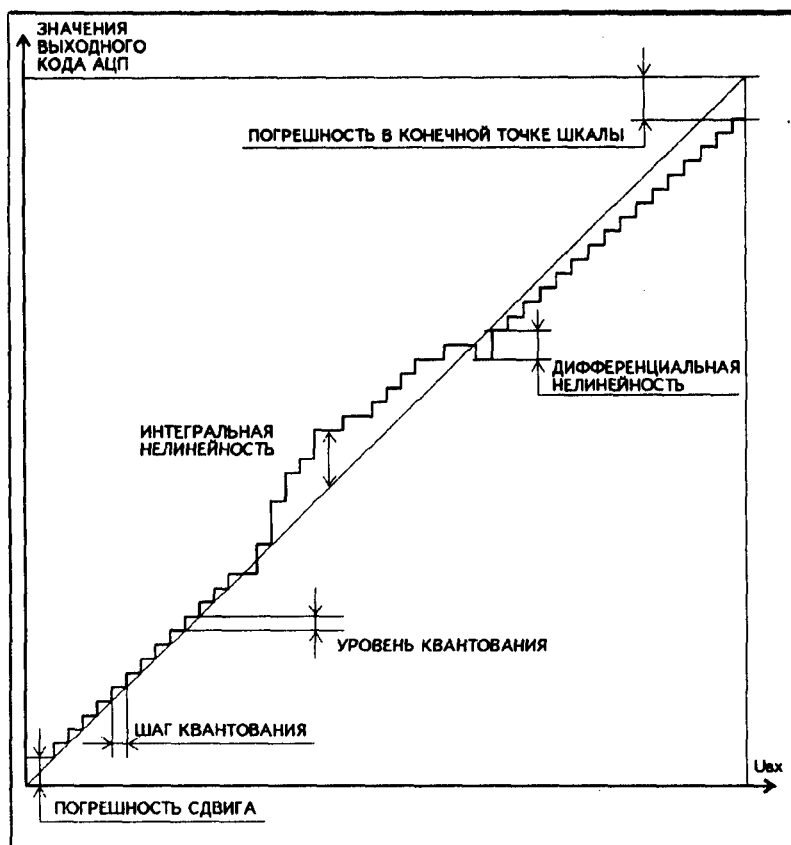

Рис. 1. Характеристики АЦП.
- \* *погрешность сдвига* - смещение характеристики преобразования в точке начала координат графика (см. рис. 1);